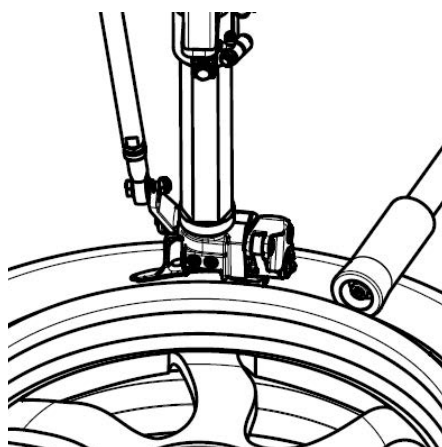
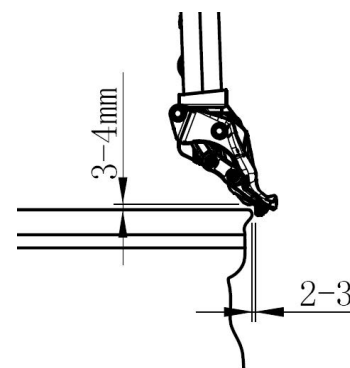

FIG 26
FIG 27
- Appuyez sur la valve de contrôle (**FIG3 5**) en position centrale, la tête de démontage devrait tomber en position de travail. Approchez l'outil de démontage de la jante de la roue. Le couvercle de protection et le couvercle en plastique de la tête de démontage entreront en contact avec le bord de la jante. Si la paroi du pneu est dure, utilisez la plaque de pression du bras d'assistance pour presser le pneu vers le bas comme sur la **FIG26**. Appuyez ensuite sur le bouton du robinet de commande pour verrouiller le bras horizontal. A ce moment, la tête de démontage s'éloignera légèrement de la jante automatiquement pour séparer la tête de démontage et la jante afin d'éviter de rayer la jante comme sur la **FIG27**.